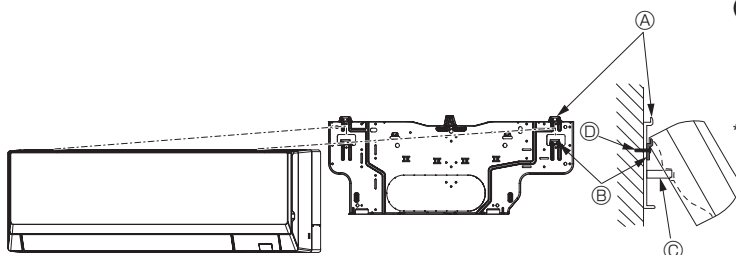

Fig. 3-12
- Si la unidad interior no puede colgarse y levantarse con el gancho normal (las dimensiones de 2.1. ⓐ (el espacio entre el techo y la unidad) son como máximo de 75 mm, 2-15/16 in.), cuelgue la unidad en el gancho inferior para la tubería izquierda. (Fig. 3-12)
#### (Fig. 3-12)